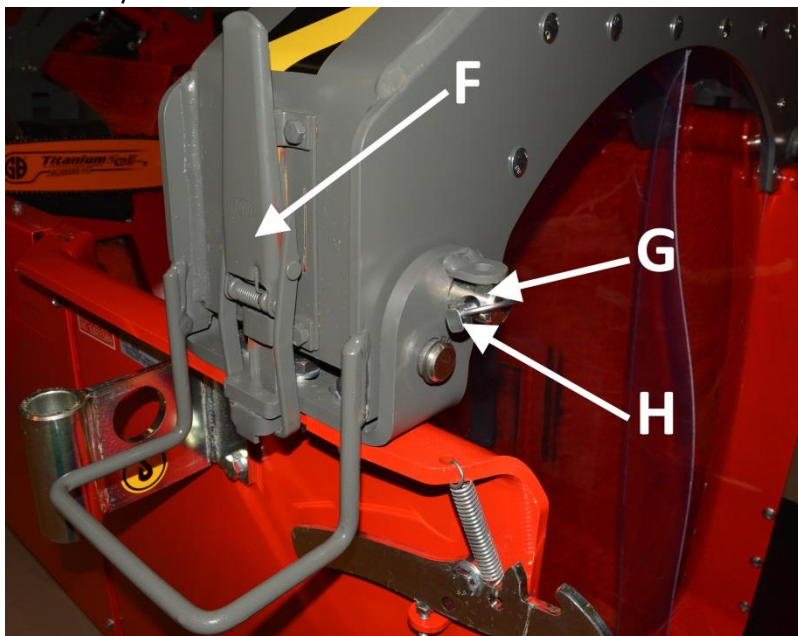

Bild 9b.
7. Sätt slutligen stödbågens låstapp G och sprint H på plats, såsom visas på bild 9b.